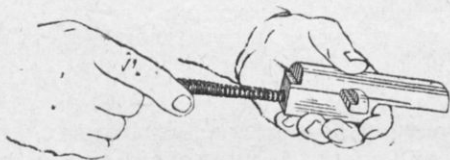

Рис. 35. Как вставить стержень с возвратно-боевой пружиной в канал затвора
2. Вставить возвратно-боевую пружину в канал затвора (рис. 35).